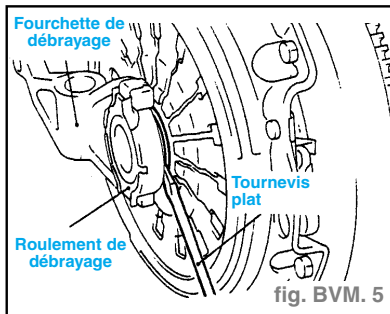

fig. BVM. 5
- Introduire un tournevis plat de la manière indiquée sur l'illustration, afin de déconnecter le roulement de débrayage (fig. BVM. 5).